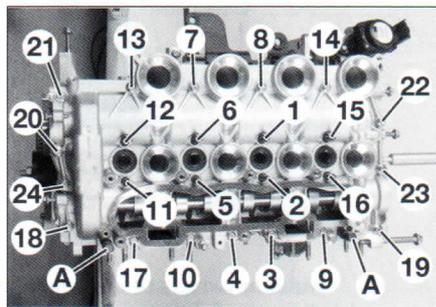

FIG. 44
- Montar el cárter superior de apoyos de eje de levas sobre la culata centrándolo con dos pasadores (útil ref. (-). 0194-N) (A) (fig. 44) introducidos en los taladros previstos a este efecto.
- Aproximar y apretar progresivamente los tornillos de fijación en el orden indicado (fig. 44).
- Desmontar los dos pasadores (A).